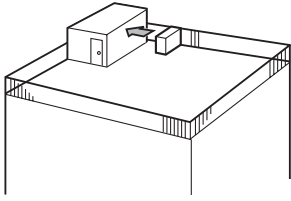

Fig. 2-4
- ① Hava çıkışını, en yakındaki duvara doğru, duvardan yaklaşık 50 cm uzaklıkta olacak şekilde yerleştirin. (Fig. 2-4)